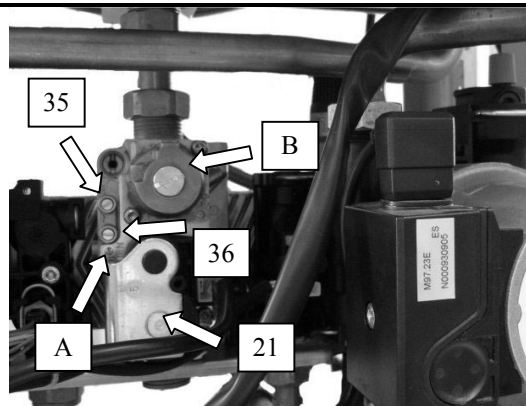

Fig. 6.7
- 2 Open the gas valve inlet pressure test point (36 in Fig. 6.7) at the valve input, connect a suitable pressure gauge, check the gas pressure of the supply network and compare the value on the gauge with the value indicated in the sections 4.4(gas supply pressures).
- 2 Откройте клапан для проверки давления газа (36 на рис. 6.7), подключите соответствующий измерительный прибор, измерьте давление газа в сети и сравните его показания со значением, указанным в разделе 4.4(давление газа в сети).
- 4 Loosen the internal screw 35(Fig. 6.7) on the Outlet Pressure Test Point of the Gas Valve and connect a pressure gauge using a suitable hose.
- 4 Ослабьте внутренние болты 35 (рис.6.7) на выходной контрольной точке газового клапана и подсоедините датчик давления, используя подходящий шланг.
- 11 Compare the value on the gauge with the values on the following table (Tab. 6.1). To adjust the minimum pressure rotate the minimum adjustment A (Fig. 6.7)
- 11 Сравнить показания манометра со значениями в таблице (Таблица 6.1). Для регулировки минимального значения давления повернуть регулятор настройки до минимального значения А (рис.6.7)
- 15 Remove cap screw B from maximum pressure regulator. (fig. 6.7)
- 16 Compare the value on the gauge with the values on the following table (tab. 6.2). To adjust the maximum pressure rotate the maximum adjustment screw B (fig. 6.7).
16 Снять винт с головкой В с регулятора максимального давления (Рис.6.7).
17 Сравнить значение манометра со значениями следующей таблицы (Таблица 6.2). Для регулировки максимального давления повернуть винт максимальной регулировки В (Рис.6.7).